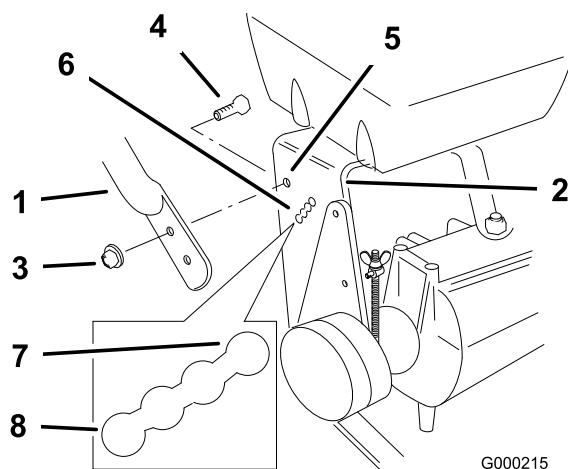

Figura 22
- Afije los pernos con arandela prensada superiores (3/8 x 1-1/4 pulg.) y la tuerca con arandela prensada que sujetan el manillar al bastidor trasero (Figura 22).
- Retire los pernos con arandela prensada inferiores (3/8 x 1 pulgada) y las tuercas con arandela prensada que sujetan el manillar al bastidor trasero (Figura 22).